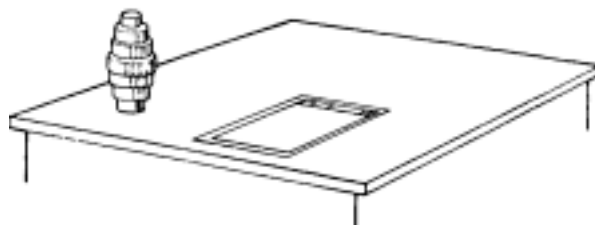

Fig.2
- b. Apoie o padrão sobre a mesa, com a face numerada para baixo, ao lado esquerdo da Folha de Tarefa (fig.2).